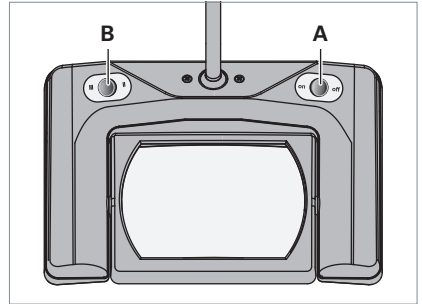

Fig. 6: Wippschalter.
- Um die Leuchte ein- oder auszuschalten, drücken Sie den Wippschalter **A**, siehe Fig. 6.
- Um das Lichtsegment **A** an- oder abzuschalten, drücken Sie den Wippschalter **B**, siehe Fig. 6.